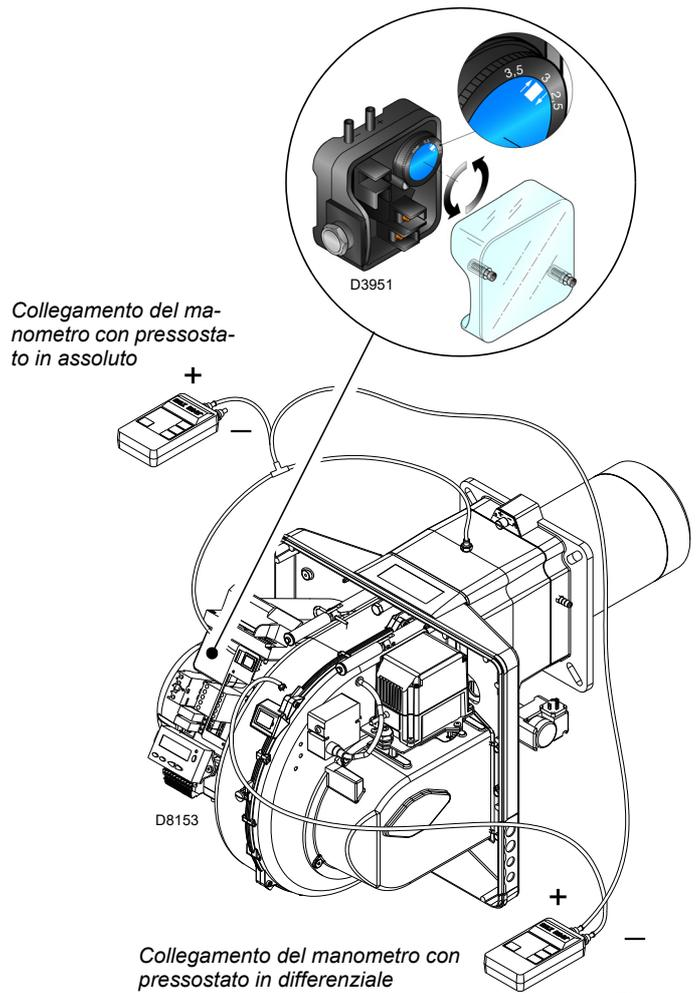

Fig. 32
- Regolare il pressostato aria (Fig. 32 a pag. 34) ad inizio scala.
Eeguire la regolazione del pressostato aria (Fig. 32) dopo aver effettuato tutte le altre regolazioni del bruciatore con il pressostato aria regolato a inizio scala.
Il collegamento del manometro è riportato in Fig. 32. La configurazione standard è quella del pressostato aria collegato in assoluto. Si noti la presenza di un collegamento a "T" non fornito. In alcune applicazioni in forte depressione il collegamento del pressostato non consente allo stesso di commutare.
In tal caso è necessario collegare il pressostato in modo differenziale, applicando un secondo tubicino tra pressostato aria e bocca di aspirazione del ventilatore. In questo caso anche il manometro deve essere collegato in differenziale, come indicato in Fig. 32.